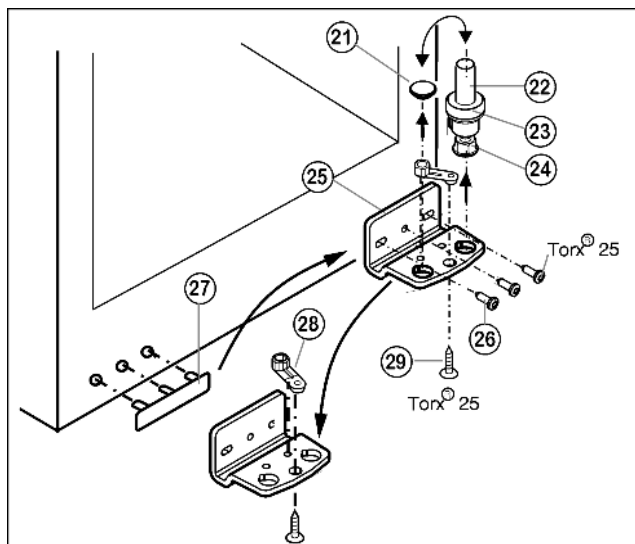

Fig. 6
- ▶ Cijeli svornjak ležaja Fig. 6 (22), s pločicom Fig. 6 (23) i podesivom nožicom Fig. 6 (24) skinite prema gore.
- ▶ Podignite čep Fig. 6 (21).
- ▶ Odvijte podložak ležaja Fig. 6 (25) Fig. 6 (26).
- ▶ Odvijte dio ležaja Fig. 6 (28) Fig. 6 (29) i premjestite ga u suprotnu prihvatnu rupu podloška ležaja, ponovo ga zavijte.
- ▶ Oprezno nadignite pokrov na strani ručke Fig. 6 (27) i premjestite ga na suprotnu stranu.
- ▶ Eventualno pomoću odvijača na baterije ponovo čvrsto pričvrstite vijcima podložak ležaja Fig. 6 (25) na novoj strani šarke (**s 4 Nm**).
- ▶ Ponovo umetnite čep Fig. 6 (21) u drugu rupu.
- ▶ Ponovo umetnite cijeli svornjak ležaja Fig. 6 (22), s pločicom i podesivom nožicom. Pri tome pazite da je ispuščenje za blokiranje okrenuto prema otraga.
- ▶ Izvadite čepove (33) iz čahura ležaja vrata i premjestite ih.
- ▶ Skinite ručku na vratima (32), čepove (33) i pritisne ploče* (34) i premjestite ih na suprotnu stranu.
- ▶ Stavite vrata odozgo na donji svornjak ležaja Fig. 6 (22).
- ▶ Umetnite gornji podložak ležaja (12) na novu stranu šarke u vrata.
- ▶ Čvrsto pritegnite gornji podložak ležaja (12) (**s 4 Nm**) (2 x Torx® 25) (13). Eventualno probušite šilom ili odvijačem na baterije rupe za vijke.
- ▶ Postavite pokrov (10) i pokrov (11) uvijek na suprotnu stranu.
- ▶ Poravnajte vrata eventualno preko obje uzdužne rupe u donjem podlošku ležaja Fig. 6 (25) u liniji s kućištem uređaja. Za to odvijte srednji vijak.